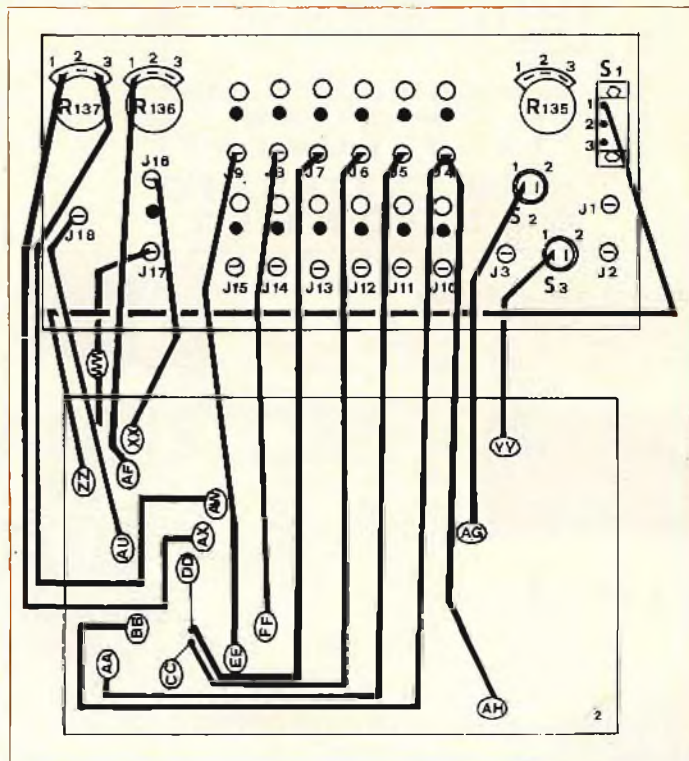

Fig. 7 - Collegamenti del circuito stampato n. 2 (fig. 4 della scorsa puntata) e i componenti del pannello frontale.
Adesso saldate il cavo proveniente dal punto YY al terminale 1 di S3 (S). Per tutte queste operazioni tenere sott'occhio la fig. 7.